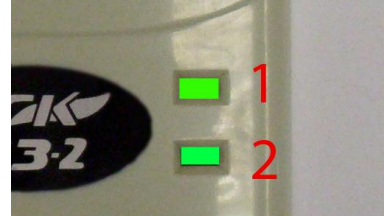

Рисунок 19. Индикаторы сигнализатора СЗ-2.
10.2. При подаче напряжения питания (подключении сигнализатора загазованности к бытовой сети) индикаторы 1 и 2 загораются зеленым светом на 1 секунду (рисунок 19). При этом раздается звуковой сигнал.